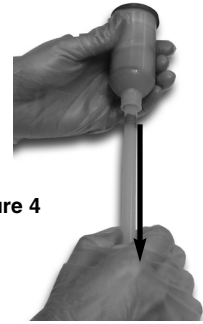

Figure 4
6. Tirez la tige de mélange vers le haut de cartouche. Voir la figure 4.